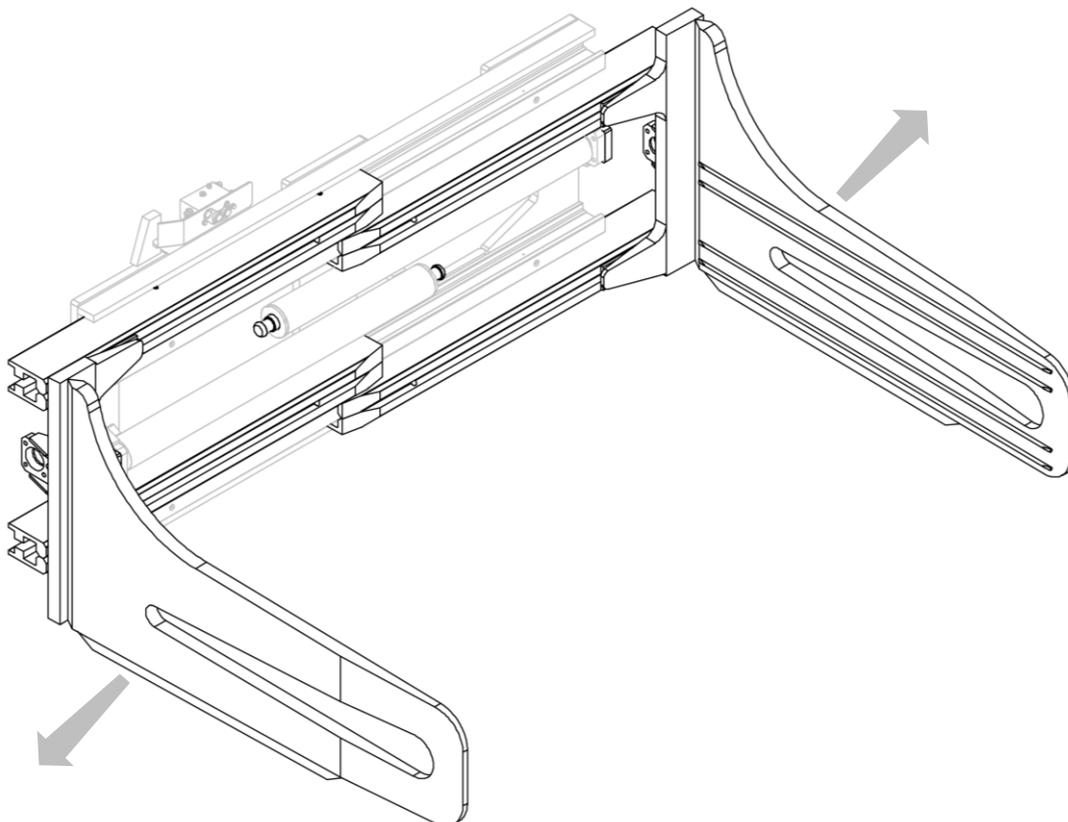

Figura 18
4. Retirar los perfiles, con los correspondientes brazos, de sus asientos (mira *Figura 18*).